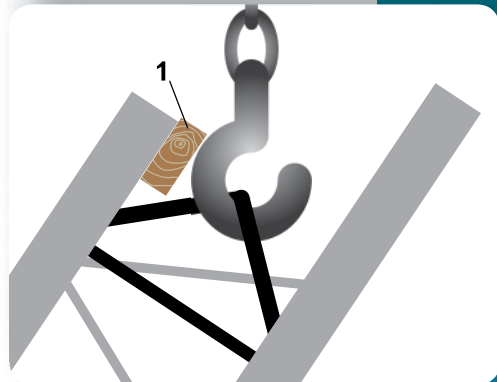

Bild 2
- Element leicht anheben und ein Stahlrohr (2) etwa in Wandmitte unterlegen.
- Element wieder absenken, circa 50 cm Richtung Wandkopf verschieben und unter den Drehpunkt am Wandfuß eine Schutzdiele (3) einlegen.
Falls der Kranhaken gegen die obere Schale drückt, ist diese vor Beschädigung durch ein Kantholz (1) zu sichern (s. Bild 2).